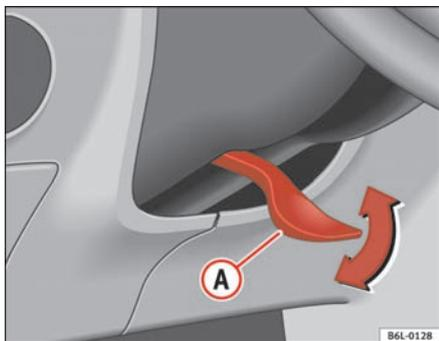

Fig. 96 Ajuste de la posición del volante
- Tire hacia abajo de la palanca **A** ⇒ fig. 96 situada debajo de la columna de dirección ⇒ **!**